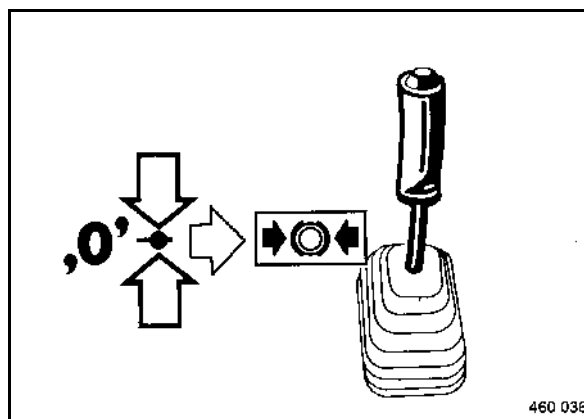

fig. 62
- Ramener le levier de commande de la marche vers la droite sur position frein de parking (fig. 62).